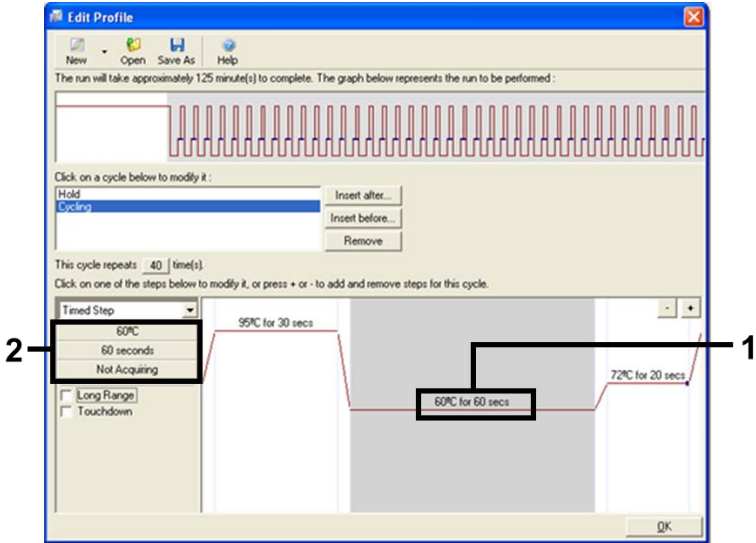

Figura 7. Paso de ciclado a 60 °C.
9. Seleccione el segundo paso y establezca el valor en 60 °C durante 60 segundos. Para activar la obtención de datos durante este paso, haga clic en Not Acquiring (No adquirir). (Figura 7).